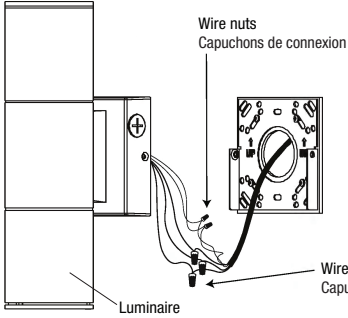

Fig. 3
3. Connect the wires with supplied wire nuts according to Wiring Diagram (Fig. 3).
3. Connectez les fils avec les capuchons de connexion fournis selon le schéma de câblage (Fig. 3).